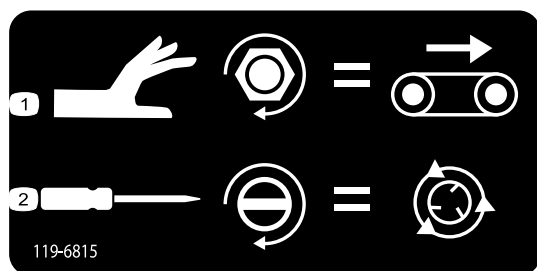

図 44
- フロアベルトの速度を調整するには 図 44、ノブを右に回します。この調整は油圧を作動させずに行えます 色別設定システムにあるように、最大フロア速度にセットします。ホッパーに砂を満載しているような場合は最も重要な設定です。
- スピナーの回転速度図 44はマイナスイバーを使って調整します 右に回すと速度は上がり、左に回すと下がります。